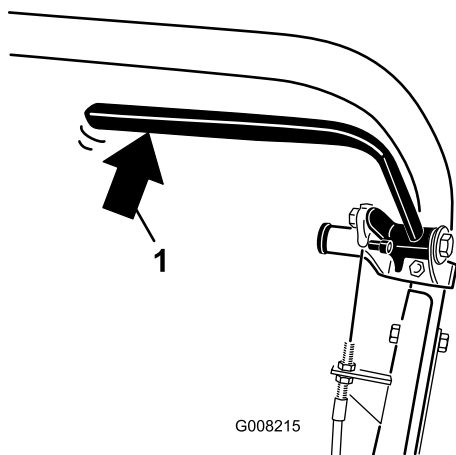

図 35
2. バネばかりで、常用ブレーキレバーを後ろから押す（図 35）。約13.5-18 kg の力でブレーキが解除されれば適正である。約13.5-18 kg の力よりも小さい力でブレーキが解除される場合にはブレーキケーブルの調整が必要である。ステップ3に進む。